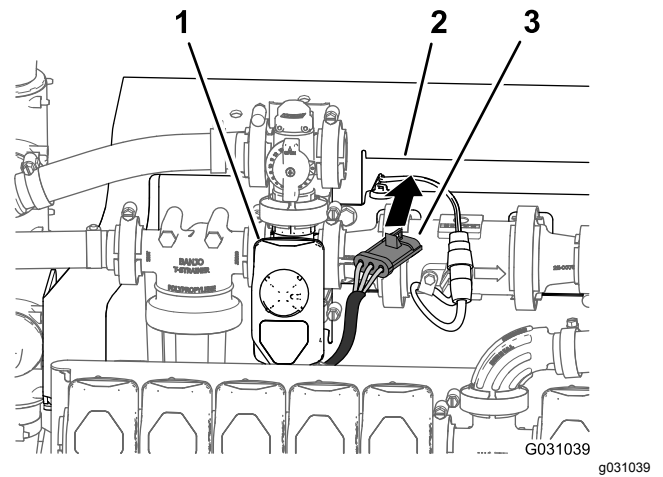

Figura 109
5. Enrute el conector de 3 pines del arnés de cables de la válvula de agitación por delante del soporte del distribuidor (Figura 109).